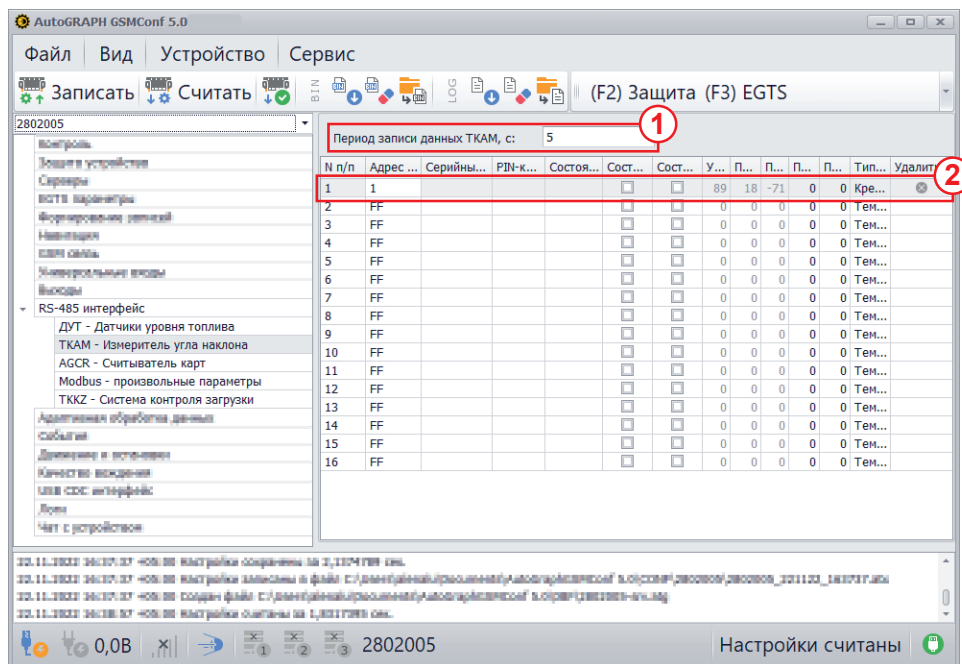

Рис.5. Настройка шины RS-485 в АвтоГРАФ GSMConf 5.0.
1. Установите период записи данных, если он еще не был задан (**Рис.5, п.1**).
2. Задайте адрес на шине RS-485, назначенный для беспроводного датчика TKAM-Air в программе USPCConf (**Рис.5, п.2**). Ранее настраиваемому датчику TKAM-Air с серийным номером 12100001 был назначен адрес 1
- **Вибрация TKAM – (TKAMVibration(int channel))** параметр типа int, возвращающий уровень вибраций в %, измеренный датчиком; int channel – это порядковый номер датчика от 1 до 16. Порядковый номер датчика задается в настройках контроллера АвтоГРАФ (**Рис.5**) – это номер ячейки с адресом датчика.
- **Напряжение батареи TKAM – (double TKAMVoltage(int channel))** параметр типа double, уровень напряжения батареи в %, измеренный датчиком; int channel – это порядковый номер датчика от 1 до 16. Порядковый номер датчика задается в настройках контроллера АвтоГРАФ (**Рис.5**) – это номер ячейки с адресом датчика.
- **Температура TKAM – (int TKAMTemperature(int channel))** параметры типа int, возвращающий значение температуры, измеренное датчиком; channel – это порядковый номер датчика от 1 до 16. Порядковый номер датчика задается в настройках контроллера АвтоГРАФ (**Рис.5**) – это номер ячейки с адресом датчика.
- **Угол крена TKAM – (double TKAMRoulis(int channel))** параметр типа double, возвращающий угол крена; int channel – это порядковый номер датчика от 1 до 16. Порядковый номер датчика задается в настройках контроллера АвтоГРАФ (**Рис.5**) – это номер ячейки с адресом датчика.
- **Угол наклона TKAM – (double TKAMAngle(int channel))** – параметр типа double, возвращающий угол наклона, измеренный датчиком TKAM; channel – это порядковый номер датчика от 1 до 16. Порядковый номер датчика задается в настройках контроллера АвтоГРАФ (**Рис.5**) – это номер ячейки с адресом датчика.
- **Угол тангажа TKAM – (double TKAMTangage(int channel))** параметр типа double, возвращающий угол тангажа; channel – это порядковый номер датчика от 1 до 16. Порядковый номер датчика задается в настройках контроллера АвтоГРАФ (**Рис.5**) – это номер ячейки с адресом датчика.